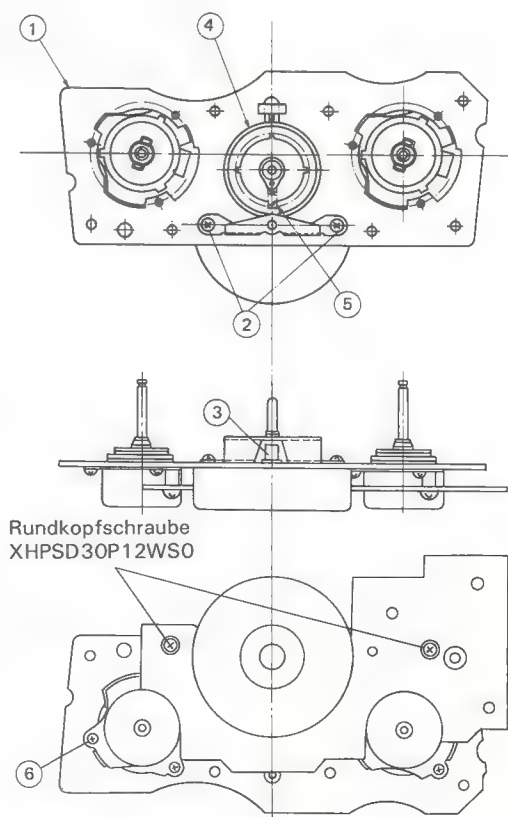

Abbildung 31
1. Nachprüfen, ob die Mitläuferspule (4) sich nicht vom Spulen-chassis (1) gelöst hat sowie, ob die Mitläuferspulenfeder (5) richtig an der Mitläufer-spule angebracht ist.
2. Indem Sie darauf achten, die Riemenscheibe (3) des Spulenmotors nicht zu beschädigen, einen Austauschspulenmotor mit 2 Schrauben (XBPSD30P06J00) so einbauen, daß die Spulenmotorzuleitungen in den in Abbildung 31 gezeigten Richtungen laufen. Die Verwendung von längeren Schrauben würde den Motor beschädigen.
2. Die Mitläuferspule wie in Abbildung 31 gezeigt in die Mitte des Spulen-chassis bewegen und dann leicht an der Spulenmotorseite ziehen, um die Mitläuferspule zu entfernen.
1. Die Austauschbremseinheit mit den 3 Befestigungsschrauben (XBPSD26P04000) in der in Abbildung 31 gezeigten Richtung einbauen.